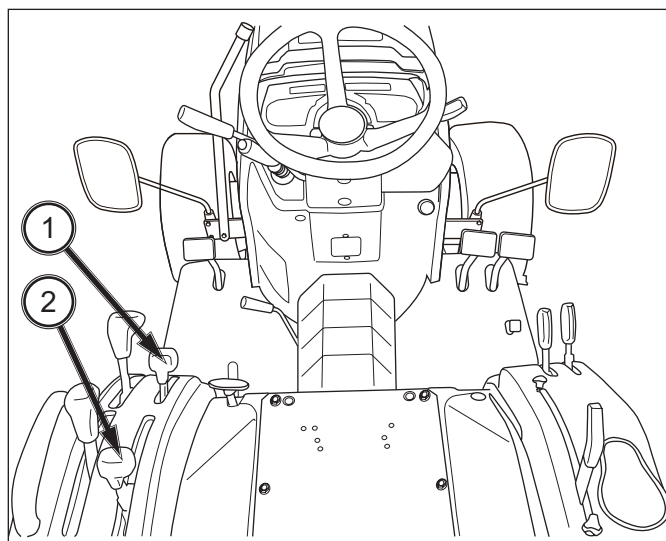

ABB. 81
ABB. 81: Die mittlere Zapfwelle (1) (15 Zähne, 25,4 mm) befindet sich an der Unterseite des Getriebes und zeigt nach vorne. Die mittlere Zapfwelle dient als Antrieb für in der Mitte oder vorne montierte Anbaugeräte.